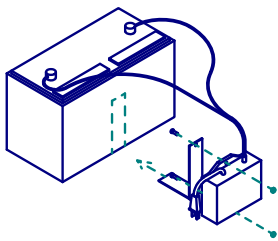

Figura 1. Montaje del cargador
- a. Fije al cargador el soporte de montaje que se suministra usando los dos tornillos y las dos tuercas que se ilustran en la Figura 1.